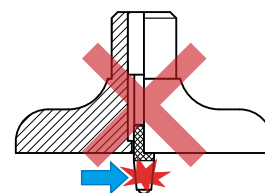

Fig. 4
1. No mueva el punto de contacto rápidamente ni aplique fuerza en la dirección transversal, de lo contrario, el funcionamiento y la exactitud pueden verse afectados negativamente. (**Fig. 4**)